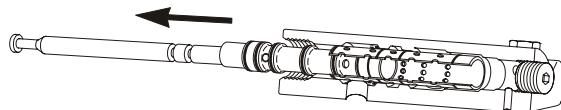

図1. 工具をスリーブの二番目の穴に入れ、必要に応じてドライバーで引き出す。
2. 必要に応じて、スリーブとバンパー（スリーブの内側に内側の端についているゴムの表面のスペーサー）を工具（部品番号28584）を使用して、図1、2、および3に示すようにはさします。